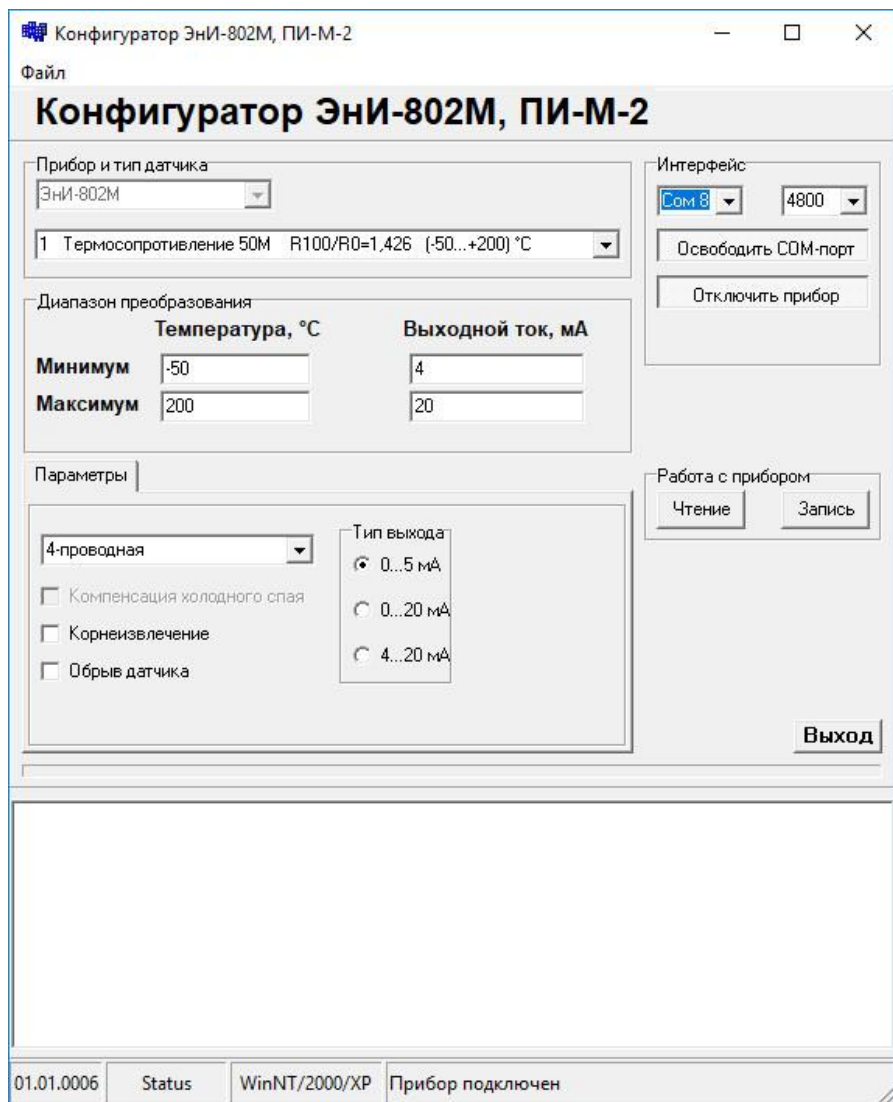

Рисунок 7 — Рабочее окно программы конфигурирования при подключенном преобразователе
9.1.9 Нажмите на кнопку «Подключить прибор», если преобразователь исправен, кнопка останется в нажатом состоянии, а надпись на ней сменится на «Отключить прибор». Одновременно станут активными кнопки «Чтение» и «Запись» в панели «Работа с прибором» и разблокируются панели «Диапазон преобразования» и «Параметры» (смотри рисунок 7).